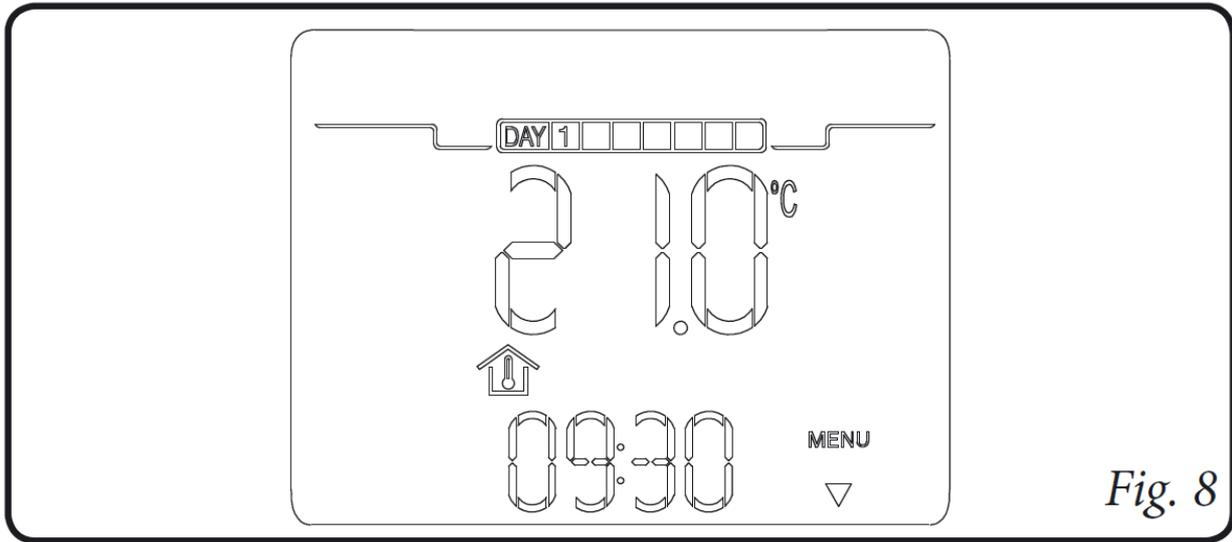

Fig. 8
- **Stand-by/anti-freeze режим (❄️).** В этом режиме котел может работать только с функцией anti-freeze. При этом на дисплее будут отображаться время и день недели, коды автодиагностики и температура воздуха в помещении (рис. 8).